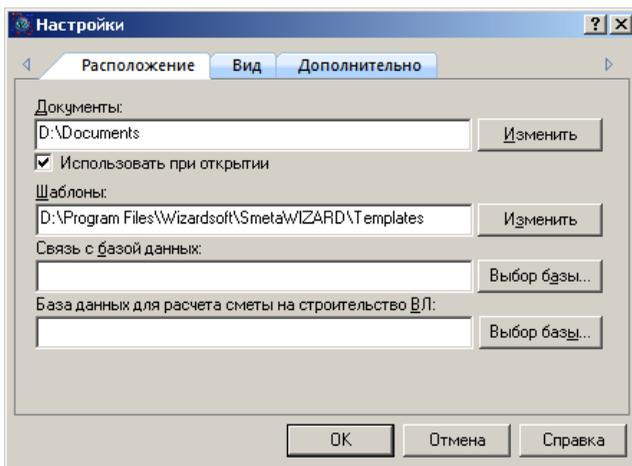

Рис. 6.11 Диалоговое окно «Настройки» закладка «Расположение».
2. В диалоговом окне «**Настройки**» выберите закладку «**Расположение**» (Рис. 6.11).